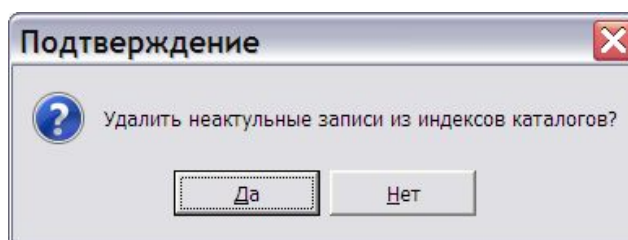

Рис. 4.84
4. Нажмите на кнопку . После этого появится окно с запросом подтверждения удаления неактуальных записей из индексов каталогов (Рис. 4.84).